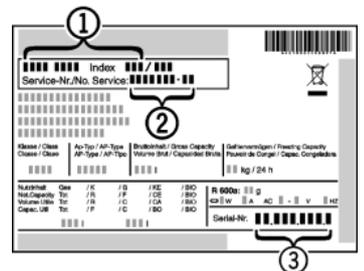

Fig. 12
- ▶ Обратитесь в сервисную службу и сообщите вид неисправности, наименование устройства Fig. 12 (1), сервисный № Fig. 12 (2) и серийный № Fig. 12 (3).